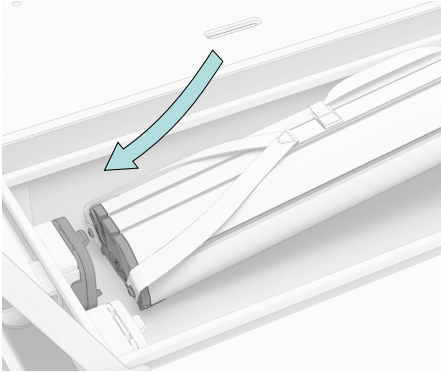

Abb. 23
1. Setze die Rückseite des Akkus vorsichtig an den Stecker im Akkugehäuse an (Abb.23).